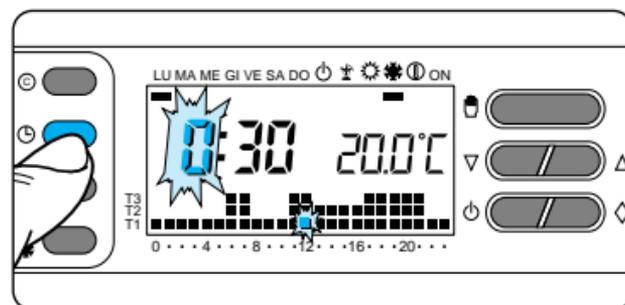

Fig. 19
3.4 - Premere il pulsante  (fig.19).